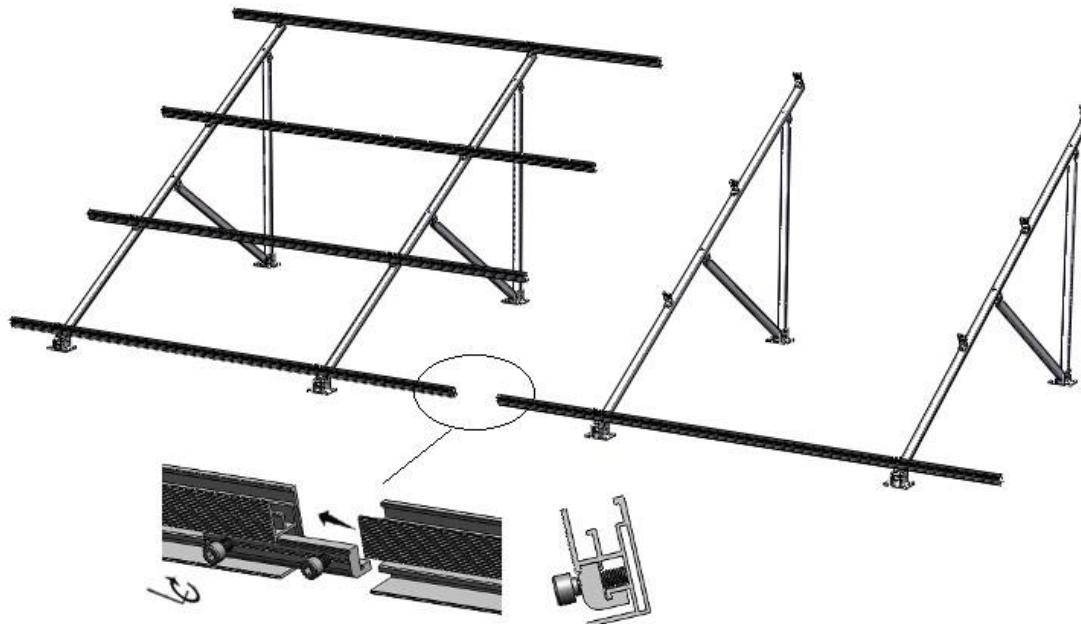

Figura 17
C). Para conectar varios rieles juntos, deslice los empalmes en la parte trasera de los rieles preensamblados a mitad de la estructura hacia un lado. Fije firmemente el primer perno Allen M8 * 25 con la llave Allen. Ahora deslice el siguiente segmento de riel en el empalme como la **Figura 17**.